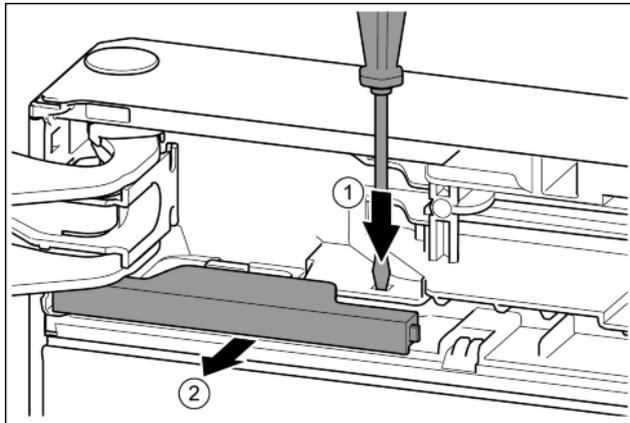

Fig. 14
- Con un cacciavite spingere la linguetta. *Fig. 14 (1)*
- Estrarre la copertura dal bloccaggio. *Fig. 14 (2)*